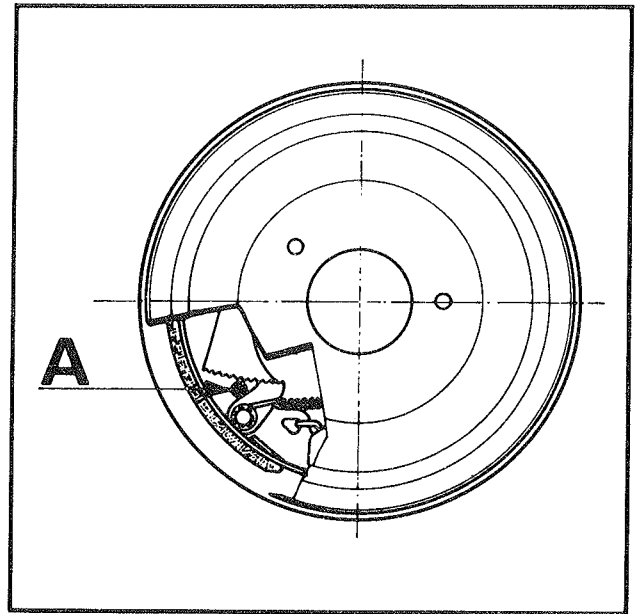

Fig. 3
- Abaisser le loquet cranté, à l'aide d'un petit tournevis que l'on passera dans le trou du tambour (A) (fig.3).